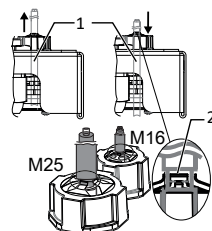

Fig. 14: Skærmholder ved EMC-forskrutning
- 1 Kontroller, at ledninger (1) ikke udsættes for træk/tryk ved at åbne og lukke dørene helt.
- 2 Marker positionen i forhold til skærmholderen på klemmeholderen (2) på EMC-forskrutningerne.
- 4 Træk ledningerne på skærmpunktet tilbage, indtil afskærmningen er helt udført af klemmeholderen, og tilslutningskablet ikke kan flyttes. [See figure 14] [► Page 110]